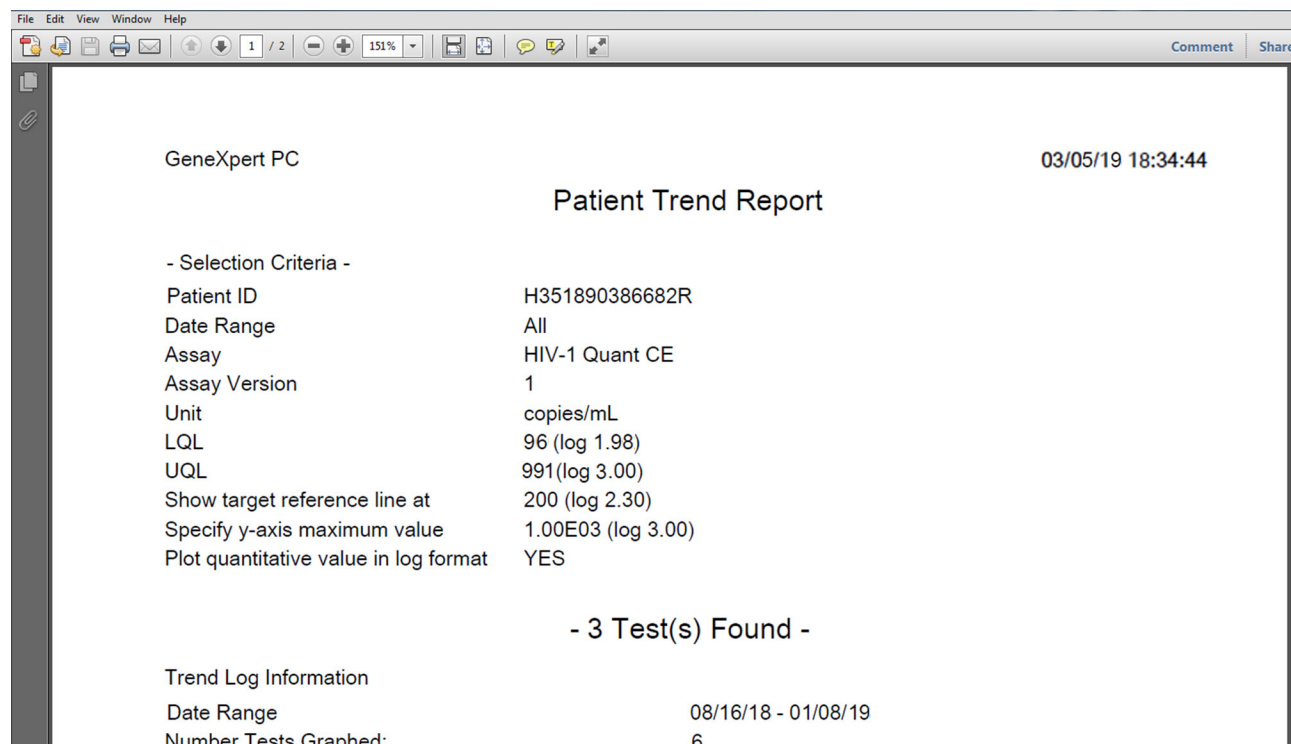

图 10-77. 以 Adobe Reader 显示的患者趋势报告 (Patient Trend Report) 示例
- **预览 PDF (Preview PDF)** – 创建一个 PDF 文件并在 Adobe Reader 窗口中显示该文件。请参见图 10-77。您可以保存并从 Adobe Reader 软件打印 PDF 文件。